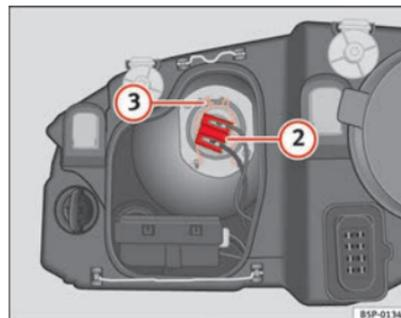

Abb. 185 Ablendlicht
- Ziehen Sie den Stecker ⇒ Abb. 185 ② von der Lampe ab.
- Nehmen Sie die Haltefeder ⇒ Abb. 185 ③ durch Eindrücken und Rechtsdrehung ab.